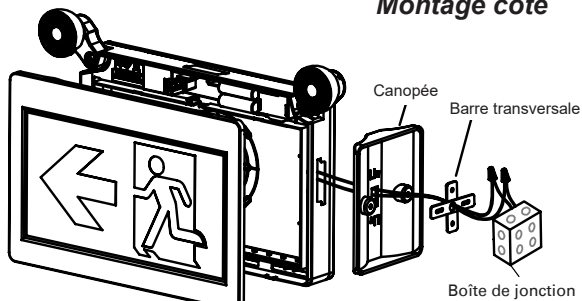

Fig 4
3. For ceiling and side mounting purpose, remove the mounting hole cover on the top or side of the unit, assemble the canopy. (see Fig 4,5,6)
3. Pour le montage au plafond et latéral, retirer le couvercle du trou de montage sur le dessus ou le côté de l'appareil, assembler la canopée (Voir Fig 4, 5, 6).